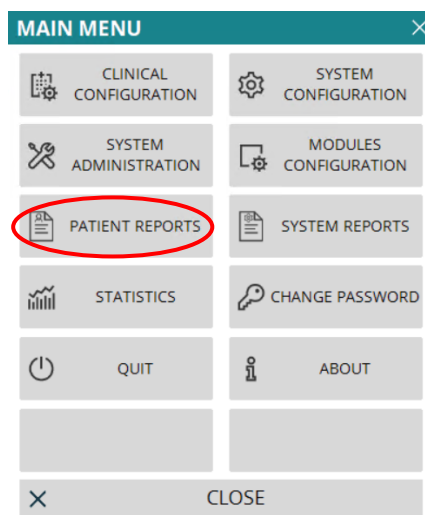

Abb. 28
Daraufhin öffnet sich das folgende Menü (Abb. 28).
- Die Schaltfläche **Patient Reports** (Patientenberichte) anklicken (Abb. 28).